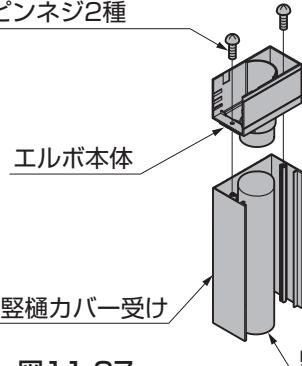
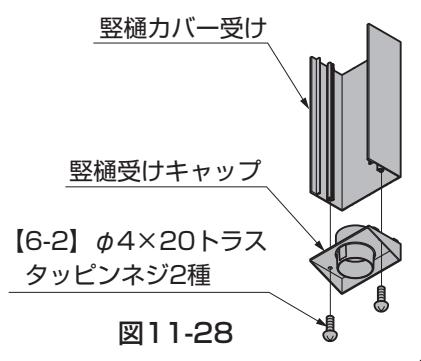

図11-27
図11-28
⑥壊壊の長さをH24の場合は2138mmに、H29の場合は2593mmに切断してください。
⑦壊壊受けキャップを壊壊力バー受けに【6-2】で取付けてください。(図11-28参照)
⑧⑥で切断した壊壊を壊壊受けキャップに差し込んでください。
⑨エルボ本体を壊壊に挿入しつつ壊壊力バー受けに【6-2】で取付けてください。(図11-27参照)